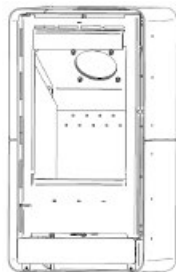

Fig. 7
- 4- Dévisser les 4 vis à l'intérieur de la chambre de combustion (fig. 7) avec une clé Allen pour faire tourner la buse de fumées ;